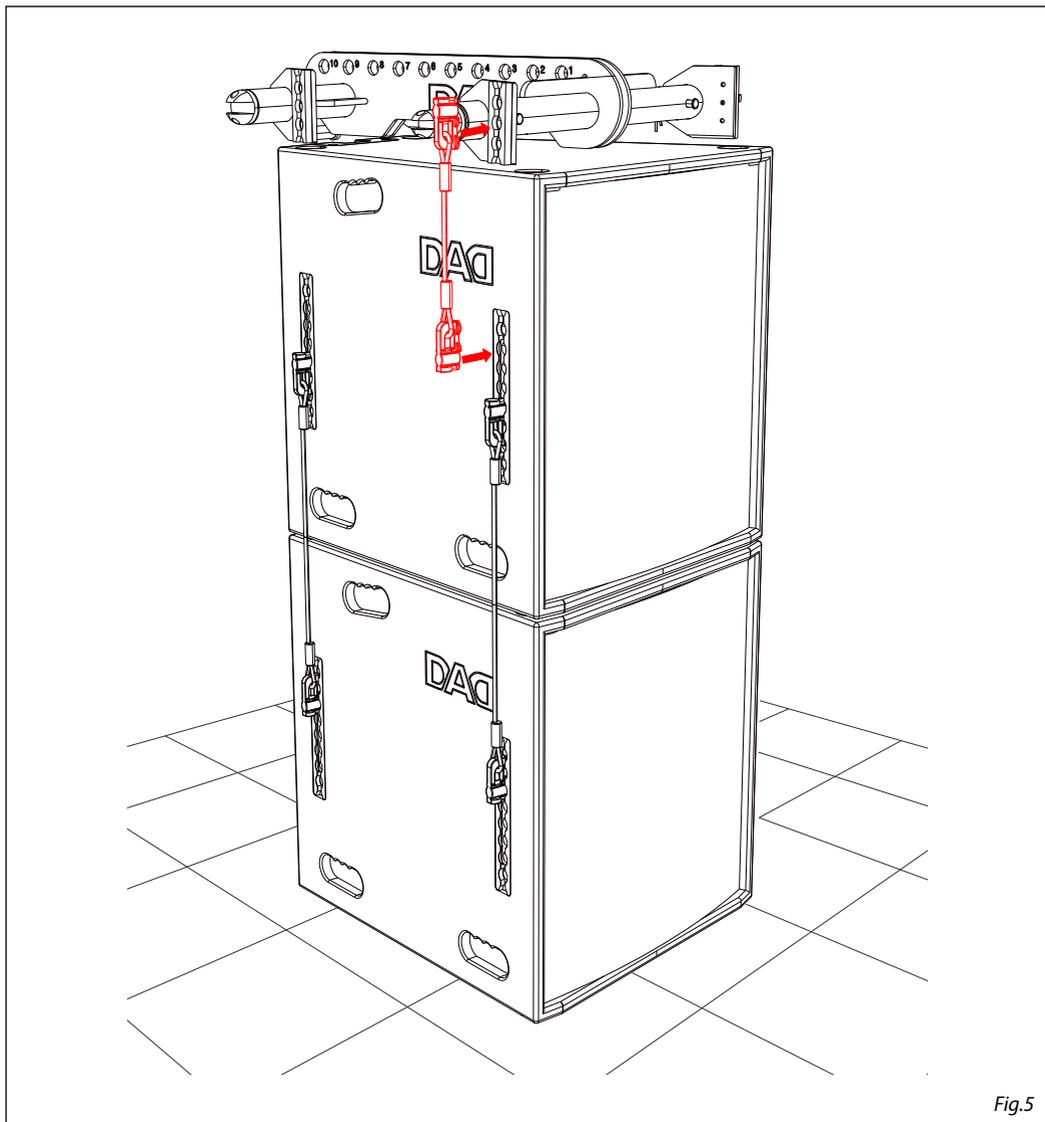

Fig.5
3. Collegare le staffe della barra di sospensione TOURING12FB, con il diffusore della serie TOURING SYSTEM, mediante le FLYTRACK2-300 (fig.5). Controllare che tutte i ganci siano correttamente bloccati
3. Connect the TOURING12FB brackets to the first TOURING SYSTEM loudspeaker using the FLYTRACK2-300 (fig.5). Check that all the hooks are secured and locked.